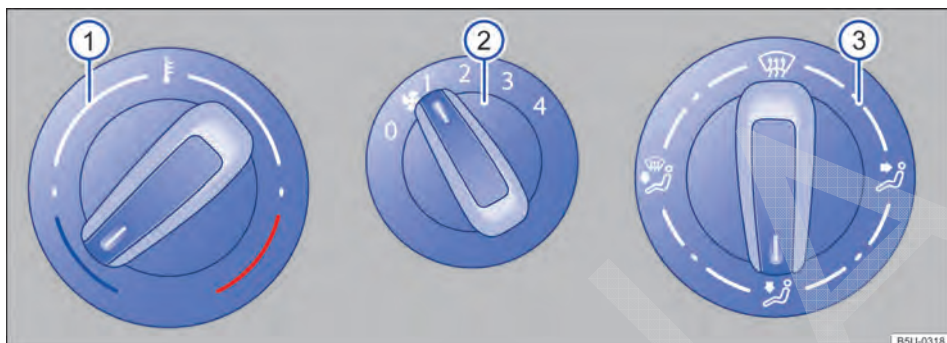
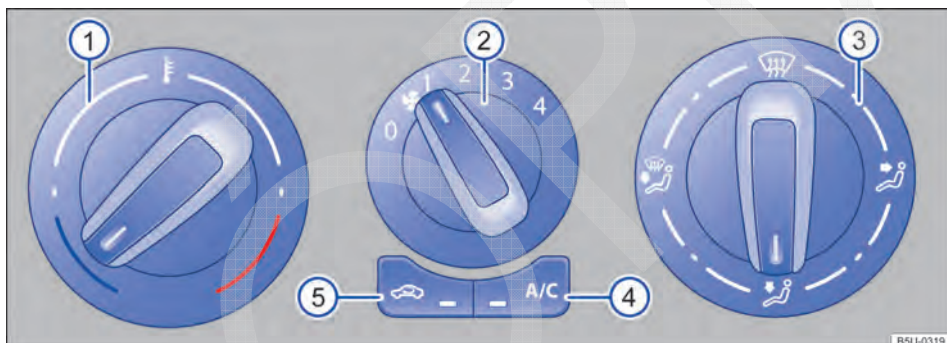

Fig. 114 Comandos do sistema de ventilação e aquecimento.
Fig. 115 Comandos do ar-condicionado.
Comandos Informações complementares do sistema de ventilação e aquecimento → Fig. 114 e ar-condicionado → Fig. 115.
Comandos	Informações complementares do sistema de ventilação e aquecimento → Fig. 114 e ar-condicionado → Fig. 115.
- Em veículos com sistema de aquecimento, girar o botão da temperatura → Fig. 114  totalmente para a direita, para a posição máxima de aquecimento.
- Girar o botão da distribuição de ar → Fig. 115 ③ para a posição , nesta posição o modo de recirculação de ar é automaticamente desligado.
- Girar o botão do ventilador ② no nível 3 ou 4.
- Girar o botão da temperatura ① para a posição desejada.